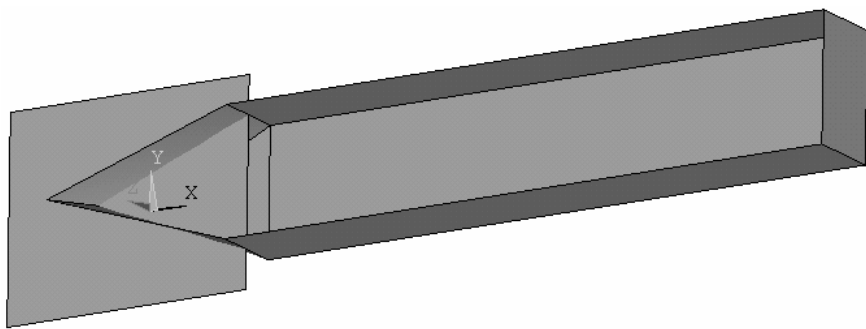

图 9-6 建立一块板
(8) 建立一块方板 (见图 9-6), 它的关键点为 $(10, -8, 3)$ $(10, 8, 3)$ $(-10, 8, 3)$ $(-10, -8, 3)$ 。